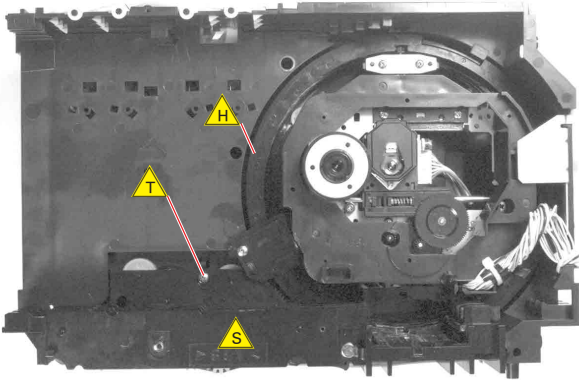

Fig. 14
- 3 Schrauben  (Fig. 14/15) heraus-schrauben.
- Undo 3 screws  (Fig. 14/15).